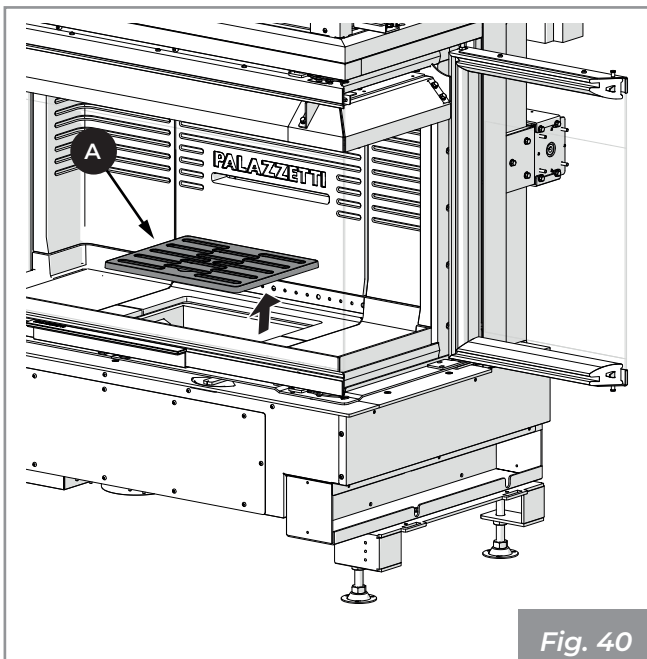

Fig. 40
- 1) Asegurarse que la rejilla (A) (Fig. 40) esté libre por eventuales residuos de combustión que puedan obstruir el libre pasaje de aire. Retirla y efectuar la limpieza del fogón utilizando una escobilla (no en dotación) llevar los residuos de la combustión al cajón de cenizas. Prestar atención a eventuales brazas ardientes.